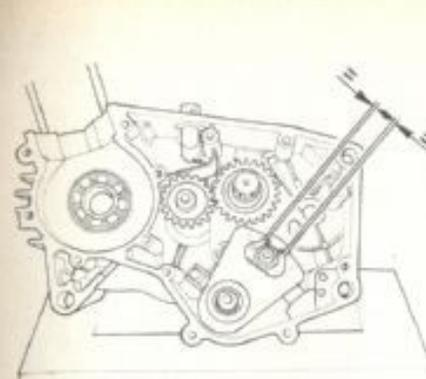
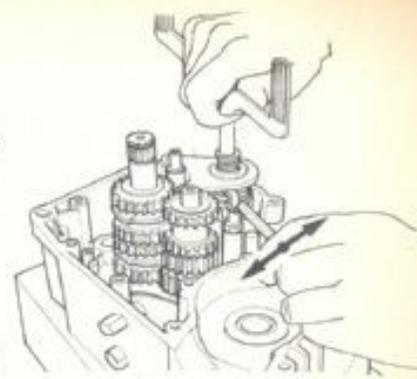

FIG. 39 Posizione di montaggio selettore
FIG. 40 Registrazione selettore
- Posizionando l'albero a cammes in 2a velocità, si dovrà verificare l'equidistanza dei rulli della cammes dai beccucci della forchetta (fig. 39). In caso contrario agire sui terminali della molla eseguendo leggere deformazioni fino a condizione ottenuta (fig. 40).